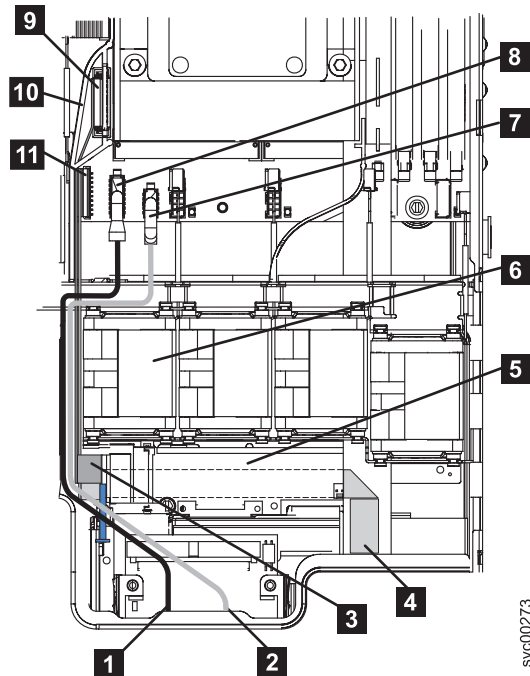

図 211. SAN ポリフォーム・コントローラー 2145-8G4 ビデオ、USB、および CD/DVD ケーブル
7. システム・ボードからビデオ・ケーブル **8**、USB ケーブル **7**、および CD/DVD ケーブル **9** のプラグを抜きます。これらのケーブルを完全に取り外す必要はありません。これらのケーブルのプラグを抜くと、ライト・パス・リボン・ケーブル **4** を操作しやすくなります。258 ページの図 211 の中で、ノードのフロントは図の下部にあります。